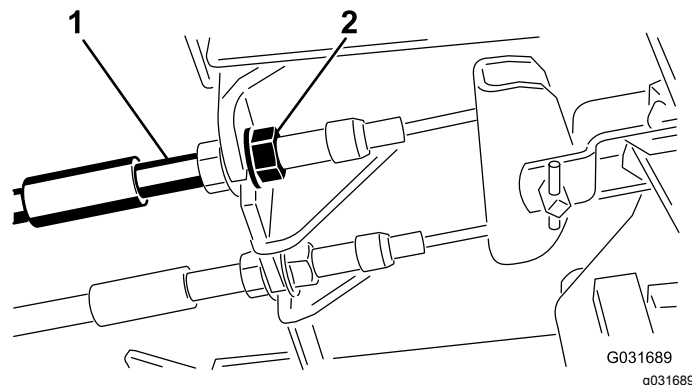

図 54
1. 遊びを減らすブレーキを締めるには、ブレーキケーブルのねじ山の前ナットをゆるめ、後ろのナットを締める図 54。